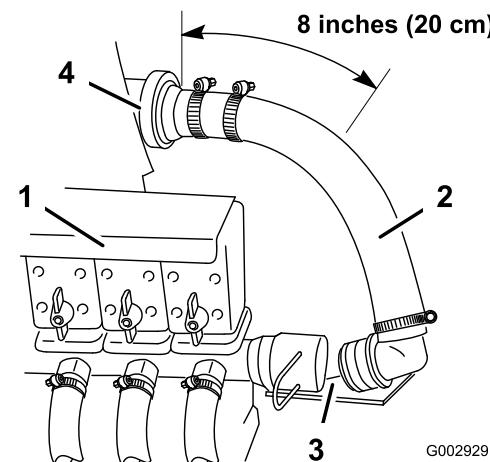

Figura 10
1. Retire el retenedor que sujeta el extremo de la manguera de alimentación del brazo al acoplamiento en T situado a la derecha de las válvulas de alimentación del brazo y desconecte la manguera (Figura 10).
2. Corte la manguera de alimentación del brazo a 20 cm a la derecha del caudalímetro (si está instalado) o a 114 cm del acoplamiento en T de alimentación (situado directamente detrás de las válvulas del brazo) usando una segueta para metales (Figura 10). Retire la abrazadera del extremo suelto y deseche la manguera y el acoplamiento.